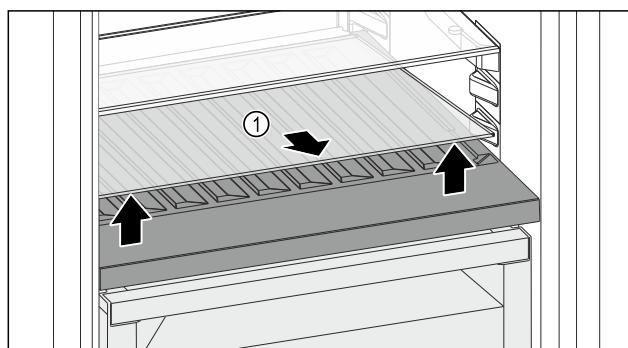

Fig. 144
- Sklenú dosku Fig. 144 (1) na vybraní vpredu nadvihnite a vytiahnite.
- Sklenú dosku Fig. 144 (1) bezpečne uchovávajte mimo zariadenia.